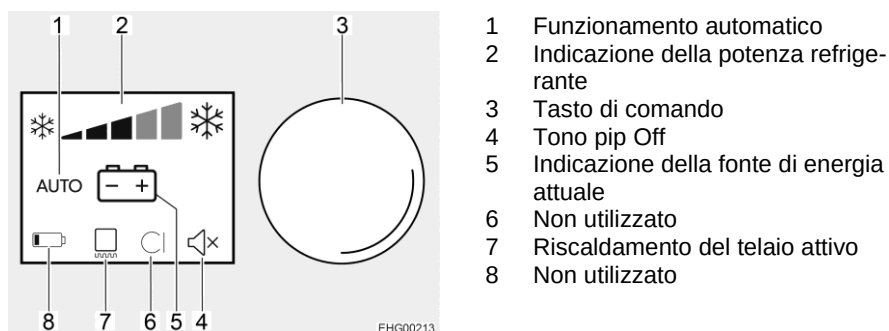

Fig. 187 Uso del frigorifero
Dopo l'accensione il frigorifero seleziona automaticamente la regolazione intermedia del termostato. Questa impostazione può essere successivamente regolata manualmente con il tasto di comando (Fig. 187,3). Le barre (Fig. 187,2) indicano l'impostazione selezionata per il termostato. Ci vogliono alcune ore prima che il frigorifero raggiunga la temperatura normale di esercizio. Cambiando la modalità di funzionamento la regolazione del termostato non viene modificata. La temperatura di refrigerazione è indipendente dal tipo di energia utilizzata.
Nel caso di temperature esterne ed umidità dell'aria elevate è possibile che si formino gocce d'acqua sul telaio in metallo del vano congelatore. Per questo motivo il frigorifero è dotato di un riscaldamento del telaio per il vano congelatore. Nel caso di temperature e umidità dell'aria elevate, accendere il riscaldamento del telaio. È possibile così evitare fenomeni di corrosione. Se il riscaldamento del telaio è acceso, si accende il simbolo Riscaldamento del telaio (Fig. 187,7).
- Ruotare il tasto di comando (Fig. 187,3) fino a che la riga inferiore risulta attiva (menu delle impostazioni).
- Premere per circa 2 secondi il tasto di comando (Fig. 187,3). Il frigorifero si accende con le ultime impostazioni selezionate.
- Premere per circa 4 secondi il tasto di comando (Fig. 187,3). Il frigorifero si spegne e le indicazioni smettono di lampeggiare.